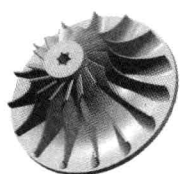
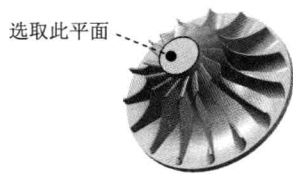
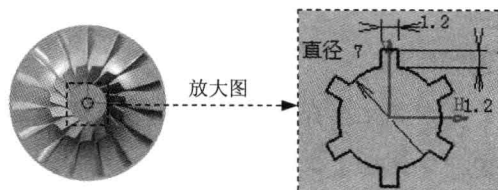

图 1.9 凹槽 1
图 1.10 定义草图平面
图 1.11 截面草图
Step6. 添加图 1.9 所示的零件特征——凹槽 1。选择下拉菜单 **插入**  **基于草图的特征**  **凹槽**  命令 (或单击  按钮), 系统弹出“定义凹槽”对话框; 选取图 1.10 所示的平面为草图平面, 绘制图 1.11 所示的截面草图; 单击“工作台”工具栏中的  按钮, 退出草绘工作台; 在 **第一限制** 区域的 **类型**: 下拉列表框中选择 **直到最后** 选项, 单击